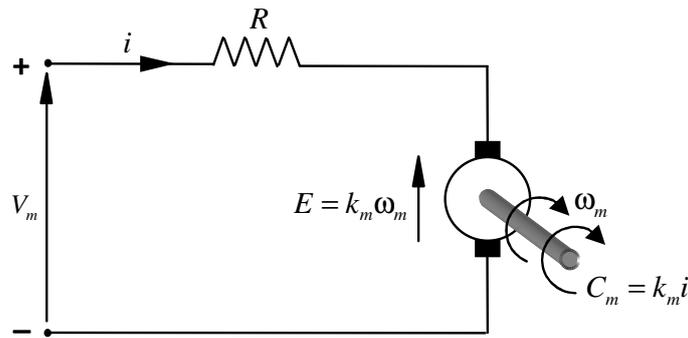

Figura 2: Schema semplificato del motore in c.c. (induttanza trascurabile).
3. Utilizzando per il motore elettrico il modello indicato in Figura 2, ricavare il diagramma qualitativo (cioè senza valori numerici) della coppia motrice C_m in funzione della velocità angolare ω_m del motore supponendo nota la tensione V_m applicata ai morsetti + e - del motore.